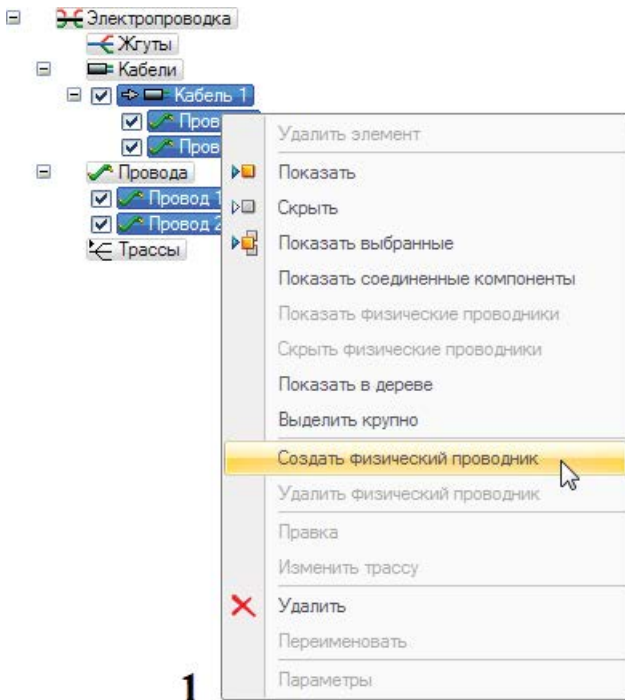

Рис. 2.12.19. Создание физических проводников
- команда **Создать физический проводник** создает 3D-представление элемента проводки – провода, кабеля или жгута. Чтобы создать физический проводник, необходимо (рис. 2.12.19):